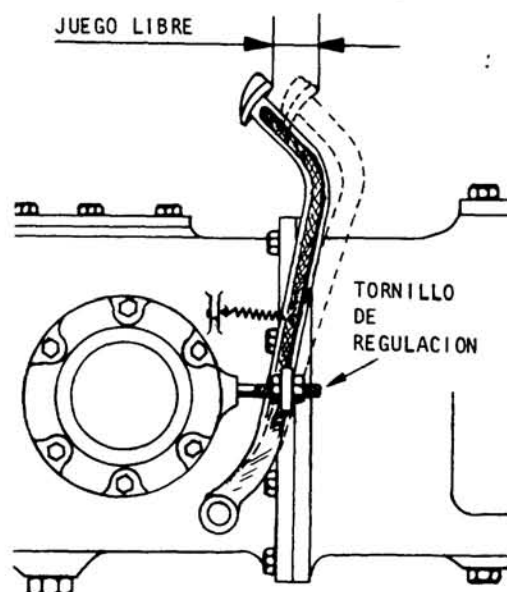

Fig. 3
a Tensione los frenos hasta que la rueda quede completamente frenada, enroscando el tornillo de regulación (fig. 3).
- 1) Verifique el juego libre de los pedales, según especificaciones del fabricante (fig. 3).